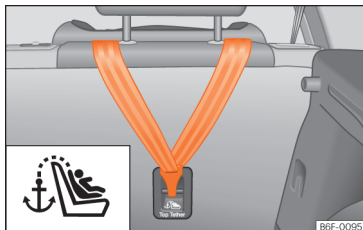

Fig. 38 Partea spate a scaunelor spate: inele de asigurare pentru centura Top Tether.
Scaunele pentru copii cu sistem Top Tether sunt echipate cu o centură suplimentară pentru fixarea de un punct de ancorare din autovehicul. Acest punct este amplasat pe spatele spătarului banchetei spate (identificat cu simbolul ) și oferă o reținere mai bună »» **fig. 38**.
• Glisați centura și asigurați-o corect cu ajutorul punctului de ancorare de pe spătarul banchetei spate »» **fig. 38**.